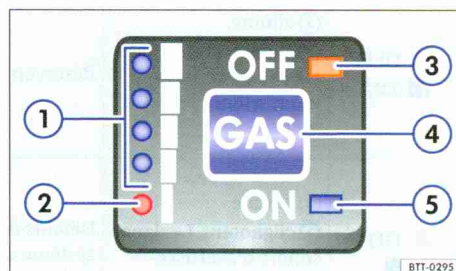

Fig. 153 Dans la console centrale : touche de commutation et indicateur de niveau de GPL.
Légende concernant la ⇒ page 233, fig. 153 :
- La touche de commutation **GAS** ⇒ page 233, fig. 153 ④ a été activée ou le véhicule a été arrêté en mode GPL et le témoin de contrôle **ON** ③ clignote.